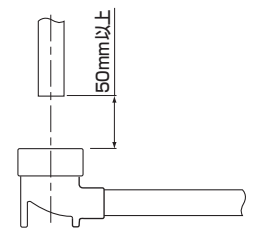

図2. 耐熱排水エルホッパー 50×20排水位置
4. 耐熱排水エルホッパーの施工50×20の場合、タンクからの排水はできるだけ耐熱排水エルホッパーの中心に持ってくるように配管してください(図2)。